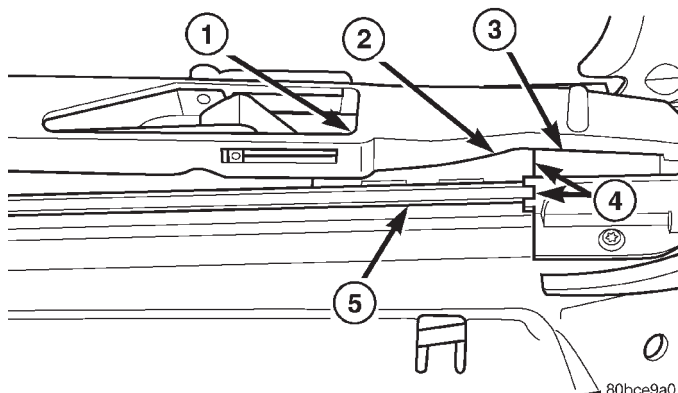

Fig. 2 POSICION DEL MECANISMO DE DESLIZAMIENTO
- (1) Retire el motor de mando.
- (2) Retire el panel de cristal del techo solar.
- (3) Deslice el mecanismo hacia delante hasta que esté paralelo con el borde delantero de la guía (Fig. 2).